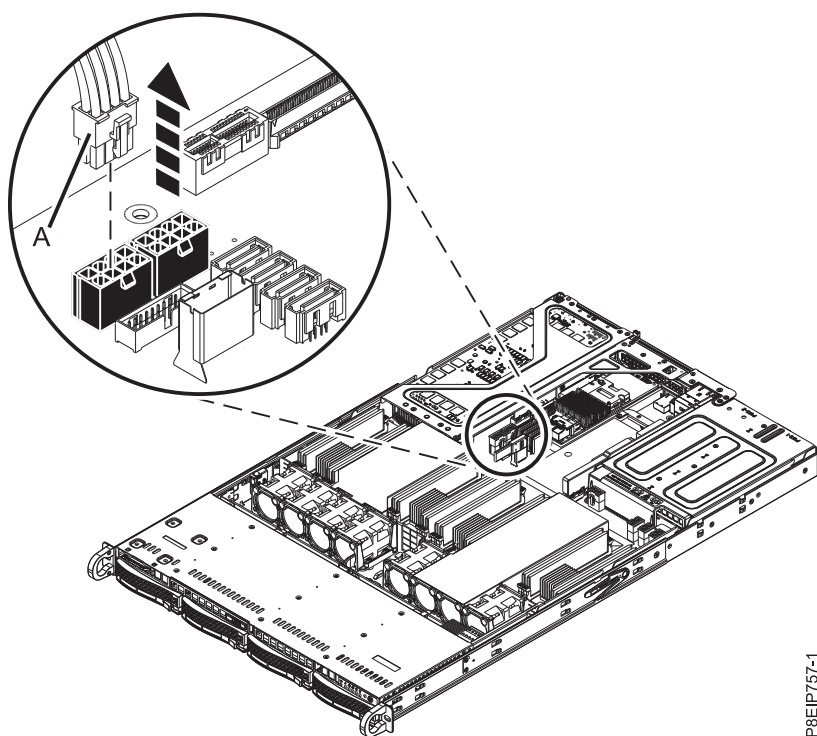

Figura 45. Desconectando o cabo de energia da GPU
- a. Se o riser contiver uma GPU, remova o cabo de energia (A) do painel traseiro do sistema conforme mostrado na Figura 45. Com o polegar, pressione a trava de liberação no conector para remover o cabo.